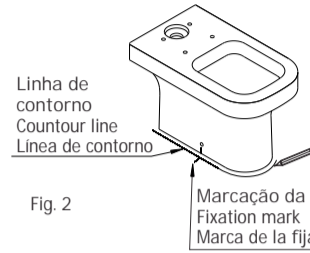

Fig. 2
- 1** Cortar o tubo de espera do esgoto, deixando-o no máximo com 10mm do piso. Conforme Fig. 2.
Cut sewer trap tube, leaving it at a maximum of 10mm from the flooring. According to Figure 2.
Cortar el tubo de espera de la cañería, dejándolo con 10mm máximo del piso. De acuerdo a la Fig. 2.